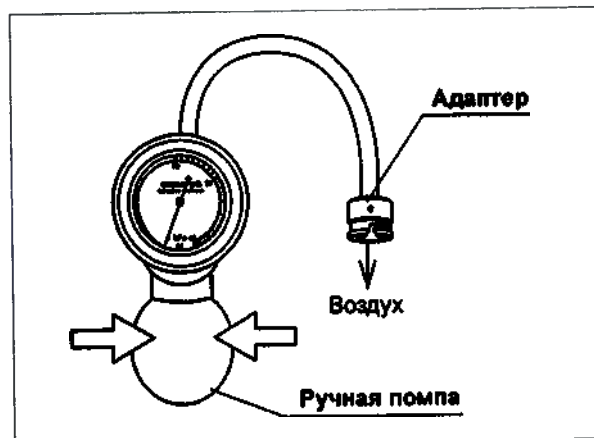

Рисунок 7.5
2. Сожмите ручную помпу и убедитесь, что из адаптера пробника выходит воздух (см. рис. 7.5).